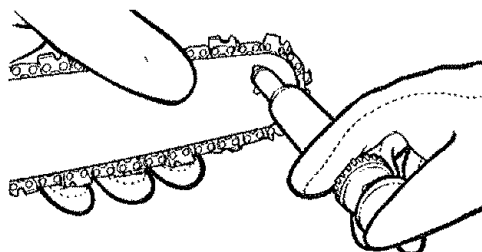

Fig. 37
3. Utilizando la pistola de lubricante (no incluida), inserte la pinta de la pistola en el orificio de lubricado e inyecte grasa hasta que aparezca por el otro lado de la rueda dentada (Fig. 37).